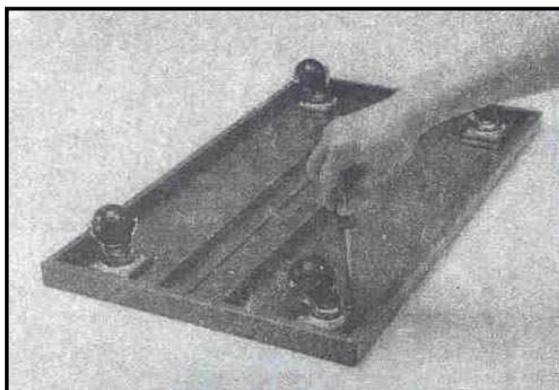
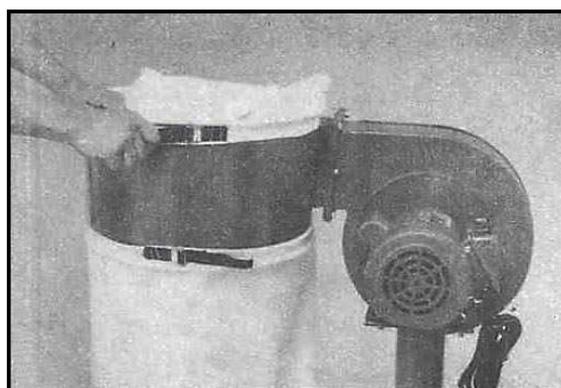

Figura 8– Montaggio delle ruote.
Figura 12– Montaggio dei sacchi.
Capovolgete la base (D) e montate le quattro ruote pivotanti (E) avvitando le viti nelle relative sedi tramite un cacciavite adeguato (Figura 8).
Terminate il montaggio della macchina con l'installazione dei sacchi di raccolta e di filtraggio (vedere la figura 8). Stringete con cura la cinghia dopo averla fatta passare oltre il bordo del convogliatore. Appendete il sacco superiore all'apposita asta di sostegno (Figura 12).